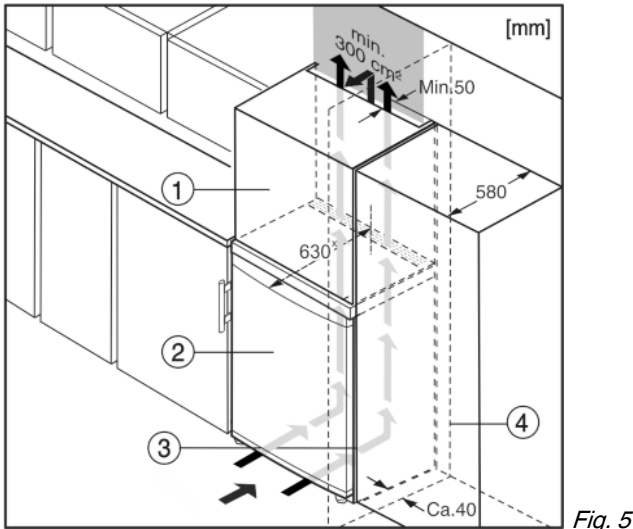

Fig. 5
Устройство может быть окружено предметами кухонной обстановки. Чтобы уравнять устройство Fig. 5 (2) по высоте с кухонной стенкой, можно установить над устройством соответствующий дополнительный шкафчик Fig. 5 (1).
При комбинировании с кухонными шкафами (глубина макс. 580 мм) устройство можно установить непосредственно рядом с кухонным шкафом Fig. 5 (3). Устройство выступает сбоку на 34 ммx и по центру на 50 ммx относительно передней стенки кухонного шкафа.
Если устройство установлено на шарнирах у стены Fig. 5 (4), то расстояние между устройством и стеной должно быть не менее 40 мм. Настолько выступает ручка при открытой дверце.